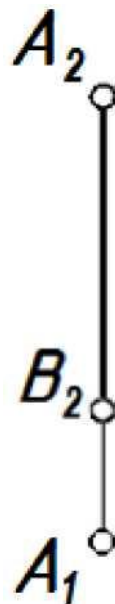

Рисунок 4 - Отрезок АВ
**Задание 5.** Используя свойства прямых, представленные в таблице 4, определить недостающую горизонтальную проекцию отрезка  $A_1B_1$ , его длину и угол  $\beta$ , если угол  $\alpha = 60^\circ$  (рисунок 4).